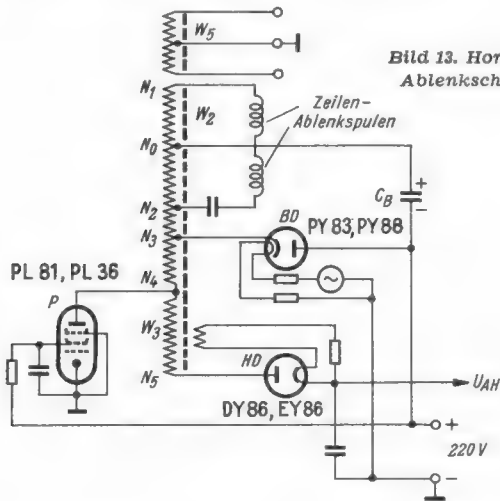

Bild 13. Horizontal-Ablenkungsschaltung
E. Einzelheiten zur Zeilenablenkung (Bild 13)
Die Schaltung (Bild 13) ist gegenüber den bisher behandelten Prinzipbildern um einige Details erweitert. Aus der Zeilenablenkschaltung gewinnt man gleichzeitig die Hochspannung für die Bildröhre. In Bild 9 ist gezeigt, daß beim Rücklauf eine hohe Spannung an der Ablenkspule entsteht. Sie wird nun so hochtransformiert (vornehmlich Wicklungsabschnitt w_3 in Bild 13), daß der Anschlußpunkt hohes positives Potential gegen Erde führt. Diese Impulsspannung (15 625 Impulse/s) wird in der Hochspannungsdiode HD (DY 80, DY 86 oder EY 86) gleichgerichtet und der Bildröhrenanode zugeführt.
Siehe hierzu Bild 13.